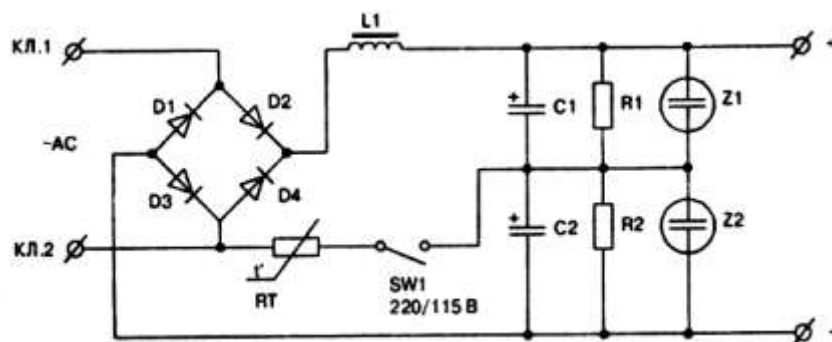

Рис. 5 Низкочастотный выпрямитель
*Низкочастотный выпрямитель.* Питание преобразователей осуществляется постоянным напряжением, которое вырабатывается низкочастотным выпрямителем (рис. 5). Мостовая схема выпрямления, выполненная на диодах D1...D4, обеспечивает надлежащее качество выпрямления сетевого напряжения. Последующее сглаживание пульсаций выпрямленного напряжения осуществляется фильтром на дросселе L1 и последовательно включенных конденсаторах С1, С2. Резисторы R1, R2 создают цепь разряда конденсаторов С1, С2 после отключения блока питания от сети. Одной из функций выпрямителя является ограничение тока зарядки входного конденсатора низкочастотного фильтра, выполненное элементами, входящими в состав выпрямительного устройства блока питания. Применение термисторов типа NTCR1, включаемых последовательно в цепь заряда конденсатора, позволяет устранить нежелательные эффекты заряда входного конденсатора низкочастотного фильтра. Принцип ограничения тока основан на нелинейных характеристиках этих элементов. Термистор имеет некоторое сопротивление в «холодном» состоянии, после прохождения пика зарядного тока резистор разогревается и его сопротивление становится в 20...50 раз меньше. В номинальном режиме работы оно останется низким. Преимущества этой схемы ограничения: простота и надежность. В высококачественных источниках питания используются варисторы Z1, Z2. Их применение объясняется необходимостью защиты блока от превышения напряжения в питающей сети.